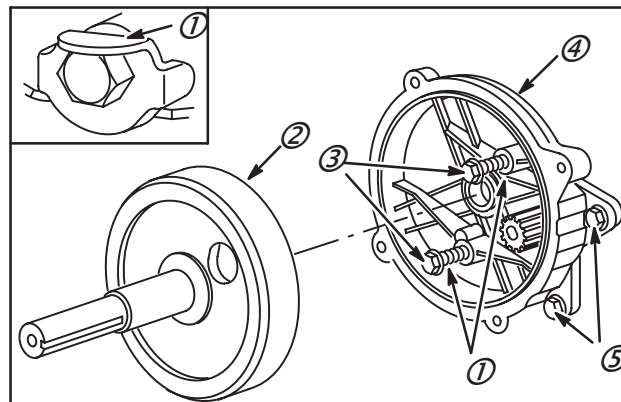

Fig. 27
1. Déposer l'arbre (2) du réducteur (4).
2. Rabattre les deux freins de vis (1, si équipés) et enlever les deux longues vis du couvercle (3).
3. Enlever les deux vis courtes du couvercle et les rondelles d'arrêt (5).
4. Déposer le réducteur du moteur, Fig. 27.